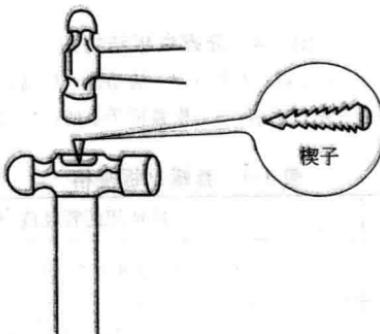

图 1-6 锤柄安装
- ① 手锤平面应平整，有裂痕或缺口的手锤不能使用。
- ② 锤柄安装要牢固可靠。为防止锤头脱落，必须在端部打入楔子，将锤头锁紧，见图 1-6。